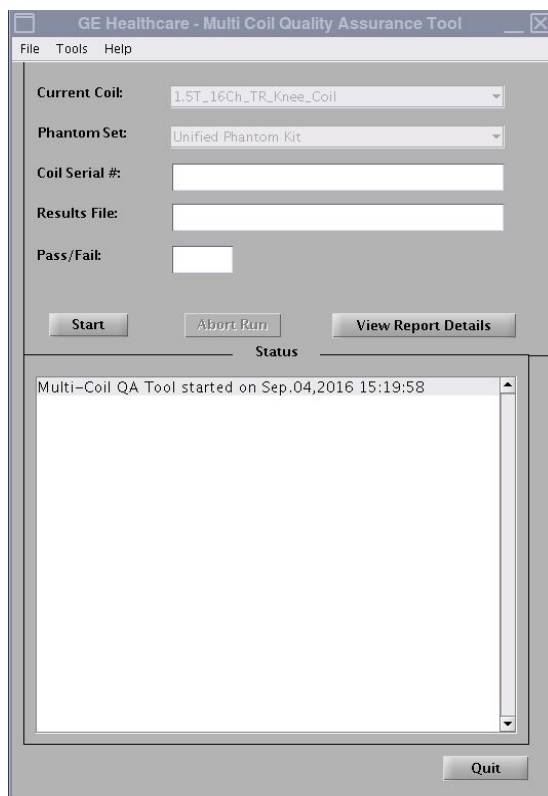

图 3
根据连接到 LPCA 的线圈的 CoilID，将自动填写当前线圈字段（图 3）。在 Coil Serial number（线圈序列号）字段中，输入正在测试的线圈的序列号。
- 单击[**Start（开始）**]，开始自动测试，如图 3 所示。根据测试位置的数量（线圈的复杂性），测试可能需要 3 到 5 分钟。